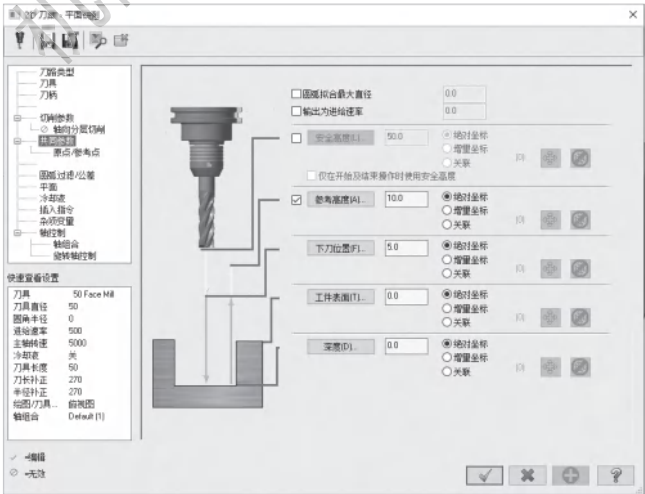

图 5-10 设置共同参数
4) 单击【共同参数】选项，勾选【参考高度】并设置为 10.0mm，【下刀位置】为 5.0mm，【工件表面】和【深度】都为 0.0mm，单击所有【绝对坐标】选项，如图 5-10 所示。